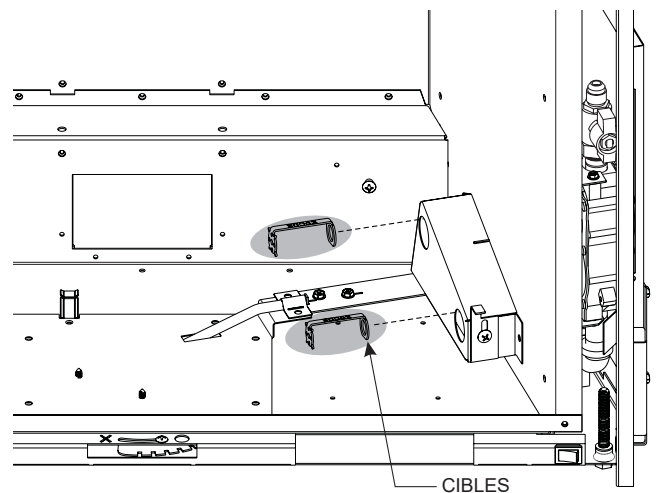

Figure 6
6. Utiliser des pinces à bec effilé pour retirer les cibles en les faisant pivoter en sens antihoraire et les jeter. **Voir Figure 6.**